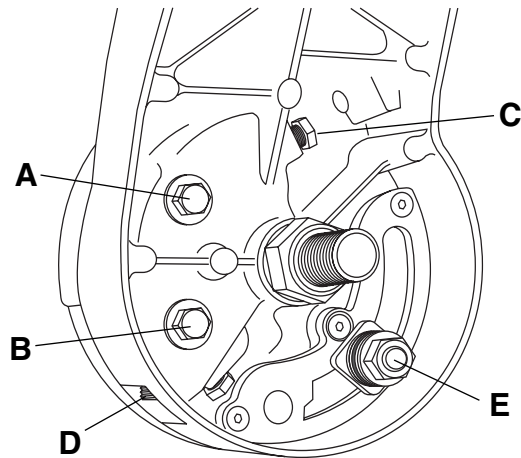

Figure 2. Réglage de la lame à 0° (90° par rapport à la table)
3. Desserrez les têtes de boulons 'A' & 'B' d'au moins un tour complet à l'aide de la clé plate de 10 mm (Figure 2).
4. Placez l'embout de clé Allen de 4 mm sur l'outil multifonctions et dévissez la vis de blocage 'D' d'au moins 3 tours complets (Figure 2).